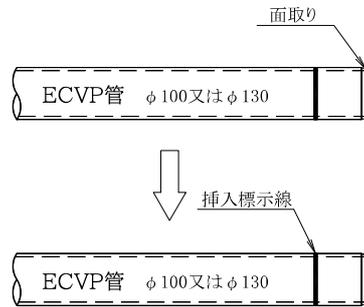

図3-2 切管概略図
- c. 配管は、滑剤又は接着剤を使用し継手部を接続する。なお、接続工法の詳細は手順⑤による。
⑤ 接続方法
- e. 管を切管して使用する場合は、管軸に対し直角に切断後、切り口内面、外面の面取りを行い、油性ペン等で挿入標示線を記し、a～dに準じて接続する。(図3-2)